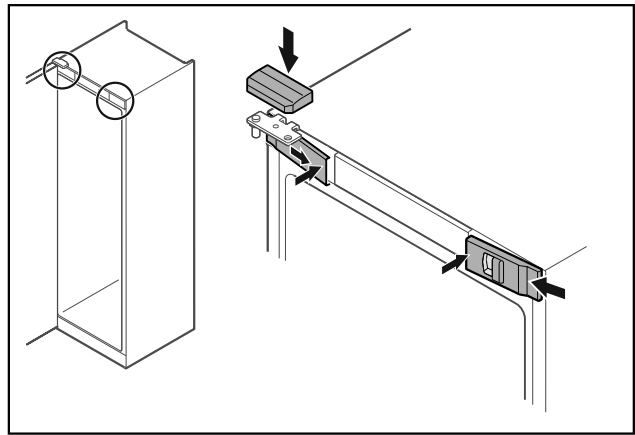

Fig. 46 \*
- Klik de forreste afdækninger Fig. 46 (1) i på siden, og lad dem gå i hak indvendigt.\*
- Klik på den øverste afdækning Fig. 46 (2) på ovenfra.\*